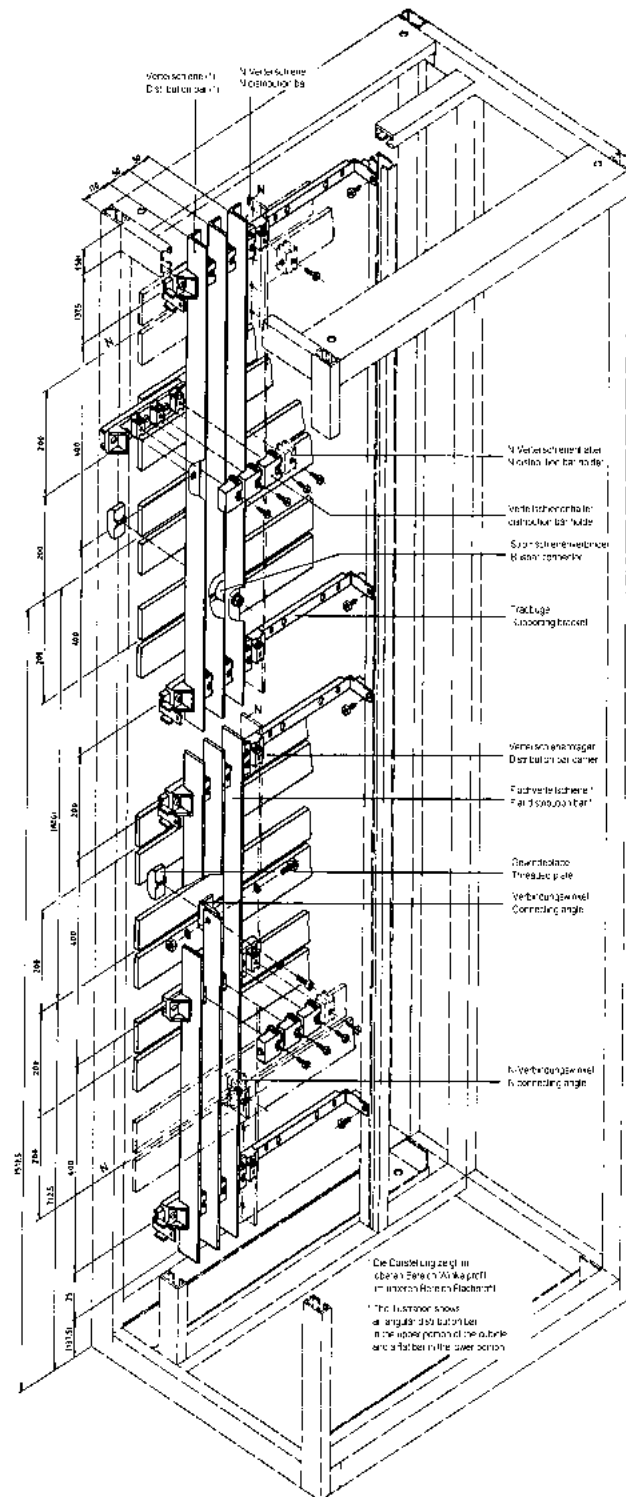
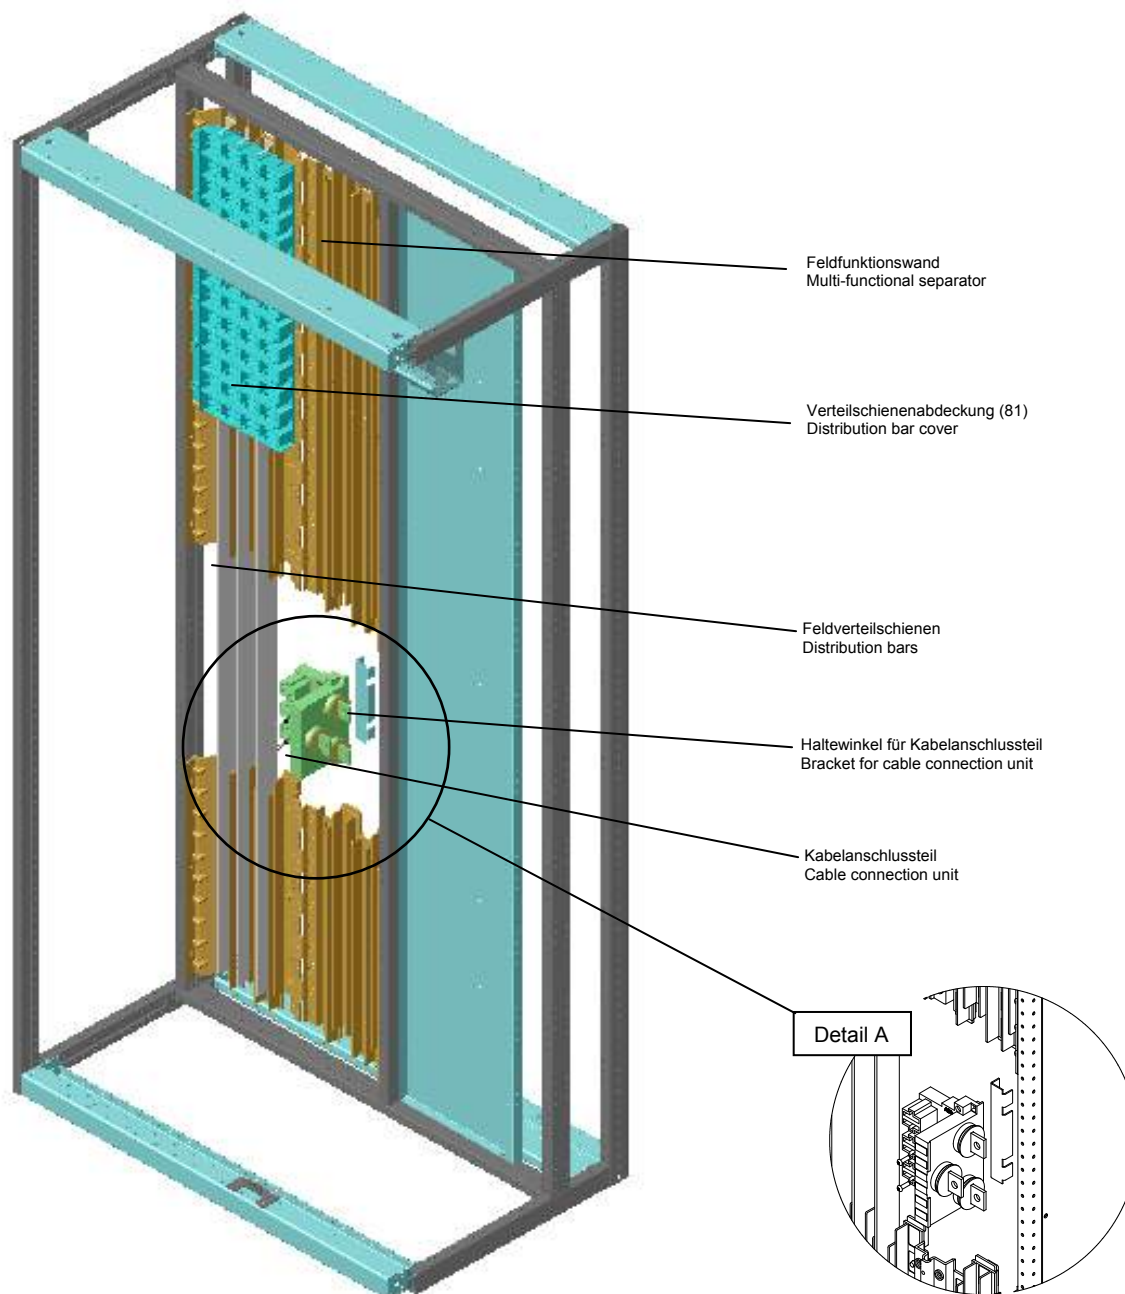
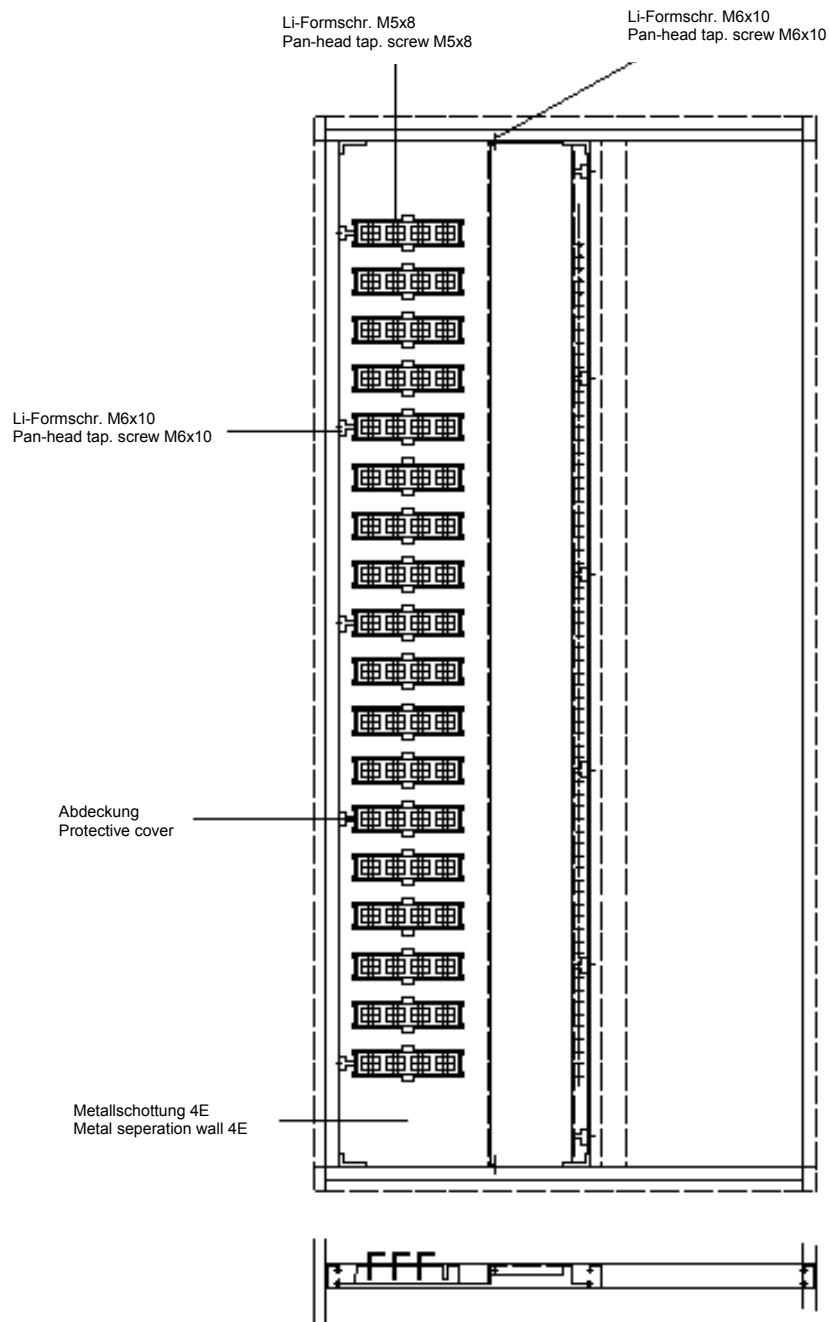

Abb. 5 / Fig. 5
Abb. 6 / Fig. 6
Abb. 7 / Fig. 7
- Feldverteilschienen (siehe Abb. 5, 6 und 7),
- Sie sind bei der Festeinbau- und der Einsatz-, Steckeseinbau- und Schubeinbau-technik senkrecht frei im Schienenraum angeordnet (siehe Abb. 5). Alternativ können sie bei Verwendung von Einsatz-, Steckeseinbau- und Schubeinbaumodulen auch in die Feldfunktionswand (siehe Abb. 6) oder die Metallschottwand (siehe Abb. 7) eingelegt werden. Bei Verwendung der Metallschottwand werden die Kontaktierungsöffnungen mit Abdeckungen (Berührungsschutz IP 20) versehen.
- distribution bars (see fig. 5, 6 and 7),
- In the fixed, plug-in, disconnectable and railable module design they are arranged vertically in the busbar compartment (see fig. 5). As an alternative the use of a multi-functional wall (see fig. 6) or a metal separation wall (see fig. 7) is possible for plug-in, disconnectable- and railable modules. If using the metal separation wall (see fig. 7) the openings for contacting are covered by protective covers (degree of protection IP 20).